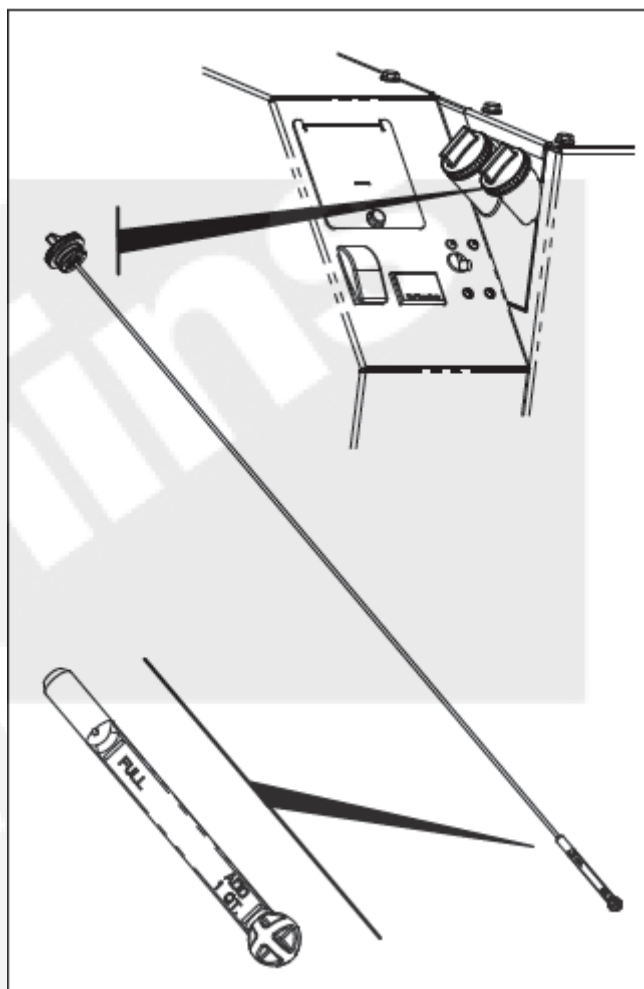

FIGURA 5. VERIFICANDO O NÍVEL DO ÓLEO DO MOTOR
1. Solte a tampa do bocal de abastecimento de óleo, retire a vareta medidora e limpe o óleo da vareta (Figura 5). Reintroduza a vareta medidora de óleo, coloque a tampa novamente e em seguida remova a vareta medidora e verifique o nível do óleo.
1. Opere o motor até aquecer, desligue-o e remova a tampa do bocal de abastecimento de óleo e a vareta medidora (Figura 5).